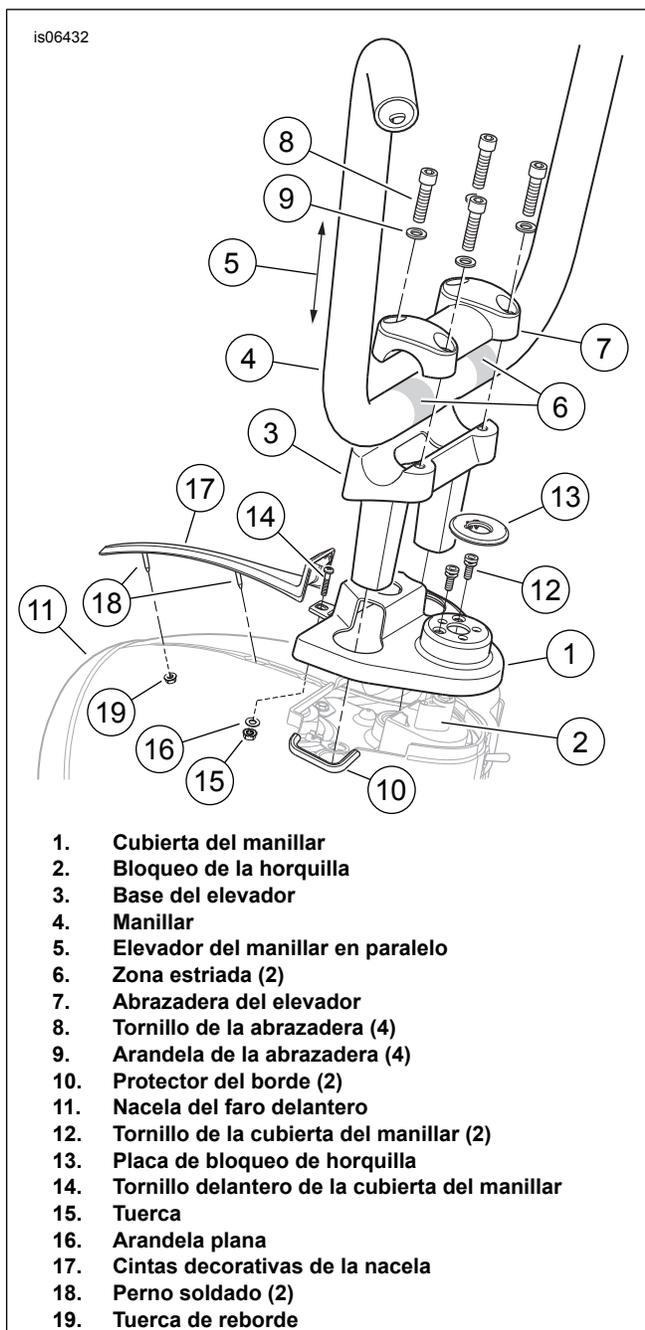

Figura 8. Configuración del elevador del manillar FLHR Ape
- b. **Modelos Road King:** Consulta Figura 8 . Coloca la cubierta del manillar (1), orientada como se muestra, sobre el bloqueo de la horquilla (2).
- c. Inserta las patas de la base del elevador (3) a través de los agujeros de la cubierta del manillar, y fija el elevador con los pernos de montaje retirados anteriormente. No los apriete completamente en este momento.
2. Ver Figura 8. Para evitar posibles daños en la manguera del freno, verifica que los protectores (10) permanezcan instalados en los bordes interiores de la nacela del faro delantero (11). Si algún protector falta, está agrietado o dañado, reemplázalo.
4. Ver Figura 8. Asegura la **nueva** cubierta del manillar (1) al mecanismo de bloqueo de horquilla (2). **Para modelos de América del Norte y modelos internacionales 2014 y posteriores:** utiliza los dos tornillos de cabeza plana (12) que fueron extraídos anteriormente. Aprieta los tornillos de cabeza plana. **Para modelos de Australia, Brasil, Inglaterra, Europa y Japón 2013 y anteriores:** utiliza dos **nuevos** tornillos especiales (H-D Pieza No. 2935A, comprados por separado). Aprieta los tornillos (12) hasta que las cabezas desprendibles se rompan.
5. Presiona la placa de bloqueo de la horquilla original (13) en su posición en la cubierta del manillar.
6. Inserta el tornillo (14, extraído anteriormente) a través del orificio en la parte delantera de la cubierta del manillar y la parte superior de la nacela del faro delantero (11). Instala la tuerca (15) y la arandela plana (16) en las roscas de tornillo por dentro de la nacela. Apretar.